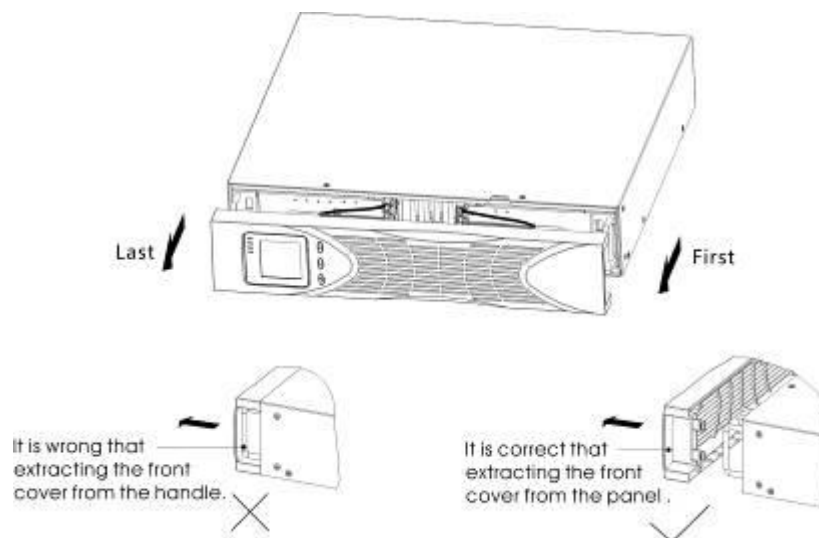

Abb. 11: Frontabdeckung der EBP entfernen
1. Entfernen Sie die Frontabdeckung von beiden – EBP und USV (s. Abb. 11).
Drücken Sie die Abdeckung mit dem LCD Display, halten Sie das Geräte an der anderen Seite und ziehen die Abdeckung schnell herunter; danach ziehen Sie die Abdeckung von der Seite mit dem Display (s. Abb. 11)
Wenn Sie die Abdeckung entfernen, gehen Sie gemäß Abb. 11. vor.